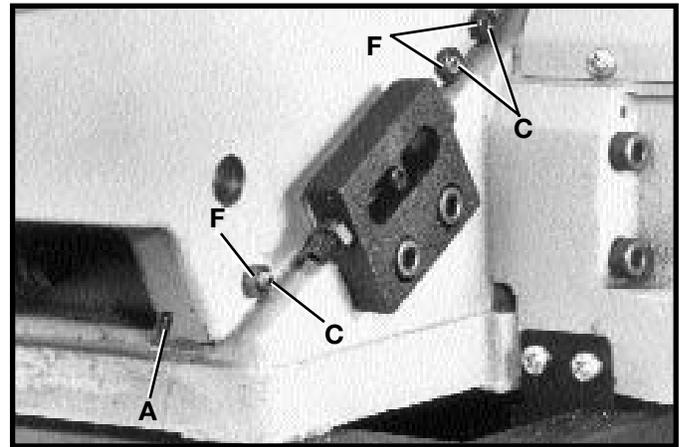
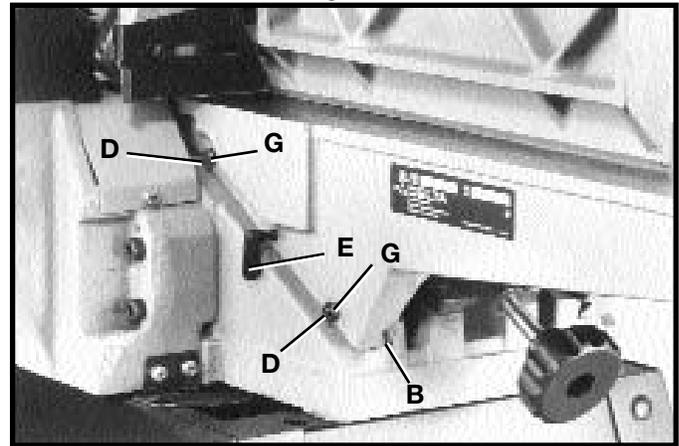

Fig. 46
Fig. 47
Se proporcionan “correderas” para quitar la holgura entre las guías de cola de milano de la base y de las mesas de alimentación y avance de salida. La “corredera” para la mesa de alimentación aparece en (A) Fig. 46, y la “corredera” para la mesa de salida aparece en (B) Fig. 47. Es necesario el ajuste correcto de las “correderas” para el buen funcionamiento de la machimbradora. Las “correderas” fueron ajustadas en la fábrica y no deben exigir ajustes adicionales. Sin embargo, si llegase a ser necesario ajustar dichas “correderas”, haga lo siguiente:
1. Para ajustar las correderas de las mesas de alimentación o de avance de salida, afloje las tuercas de cierre (F) Fig. 46 para la mesa de alimentación, o dos tuercas de cierre (G) Fig.47 para la mesa de avance de salida. Asegúrese que la palanca de cierre de mesa esté aflojada para la mesa de alimentación. Para la mesa de avance de salida, asegúrese que el tornillo de cierre de mesa (E) Fig. 47 esté aflojado.
2. Apriete o afloje los tres tornillos de ajuste de las correderas (C) Fig. 46 según sea necesario para la mesa de alimentación, o dos tornillos de ajuste de correderas (D) Fig. 47 según sea necesario para la mesa de avance de salida. Comenzando con en tornillo inferior primero, y mientras que procede al tornillo superior, levante suavemente el borde externo de la mesa que está siendo ajustada. Esto desviará cualquier tendencia de la pieza fundida de la mesa a “caerse or desviarse” y permitirá el ajuste de la corredera a un asiento asegurado. Tras el ajuste de las correderas, apriete las tuercas de tornillo de cierre(F) Fig. 46, (G) Fig. 47, el tornillo de cierre de mesa (E) Fig. 47 y la palanca de cierre de la mesa de alimentación.